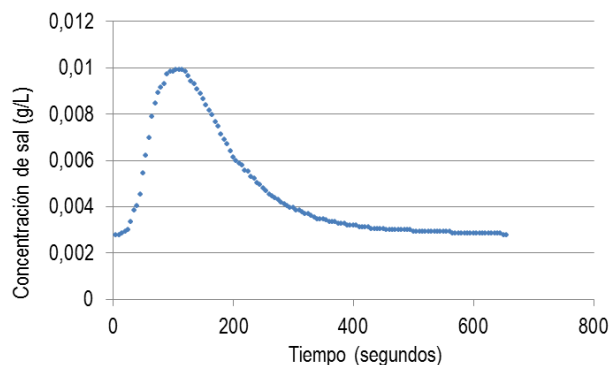

Figura 8. Gráfica de los datos tomados de conductividad (eje y) vs el tiempo (eje x).
6.4 Graficar estos datos tal como aparece en la siguiente figura. Ver figura 8.
6.5 Una vez se tengan los datos de Concentración de sal, se procede a hacer la sumatoria del área bajo la curva de la figura 8. Para esto se incluye una columna con la concentración C_i menos la concentración inicial: $C_i - C_0$. Las unidades son g/L.